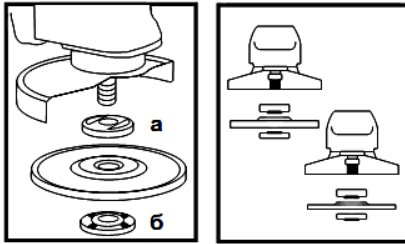

Рисунок 2
5.4 Встановіть на виріб шліфувальний або відрізний круг. Для цього натисніть на кнопку фіксації шпинделя (1) і поверніть шпиндель до такого положення, при якому він зафіксується. За допомогою вилочного ключа з комплексу виробу відверніть і зніміть затискну гайку (б) (дивіться рисунок 2). Встановіть шліфувальний диск на посадкове місце фланцевої шайби (а) (рисунок 2), наживить рукою затискну гайку на шпиндель і затягніть її ключем з комплексу виробу. Відпустіть кнопку фіксації шпинделя і переконайтеся в тому, що кнопка звільнена, через дво- або триразове натискання. Проверніть диск і переконайтеся, що шпиндель розблокований.